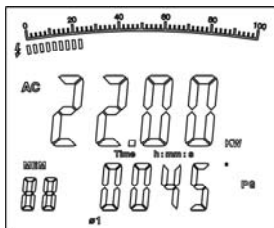

Figura 7
1. Pressione **SEL** para escolher a primeira fase Ø1 , veja figura 7. O display duplo mostra o valor de potência activa kW e o valor PG da segunda fase 1.